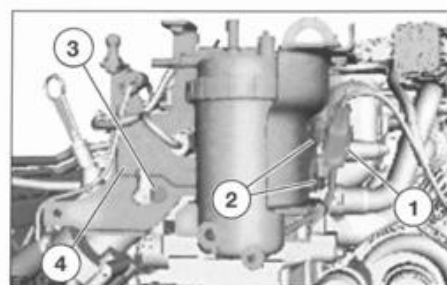

FIG. 11
- Sacar el conector eléctrico (1) de la sonda de temperatura de culata y separarla del anillo de levantamiento de motor. (fig. 11).
- Desmontar el anillo de levantamiento de motor (2).
- Aflojar el tornillo de fijación (3) y desmontar el soporte del filtro de combustible (4).